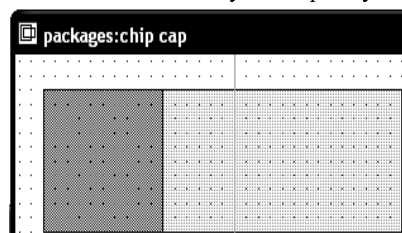

Рис. 4.24
- Введите значения **20** и **-10** в поля **dx** и **dy** соответственно и нажмите **OK**. Полученный чертёж показан на рис. 4.24.